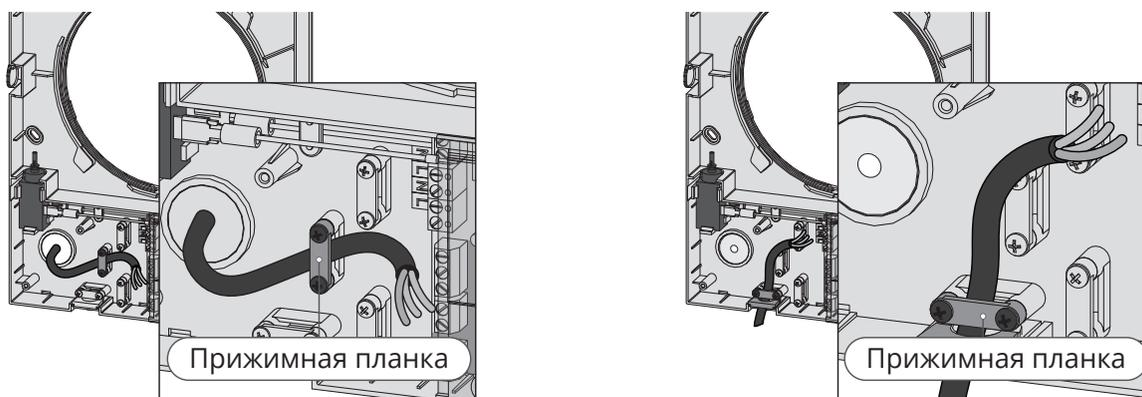

Рис. 10
6. При подключении с помощью кабеля питания заведите кабель питания (см. рис. 10) и выполните подключение рекупера согласно схеме внешних подключений (см. рис. 16). Кабель питания и